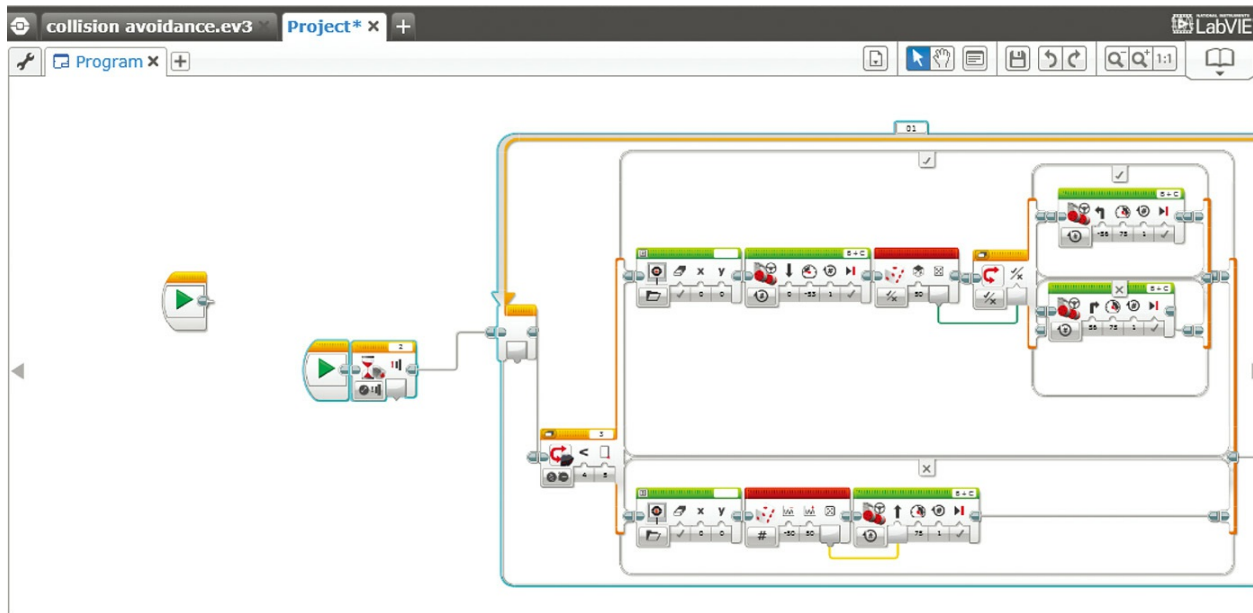

图9.42 将程序粘贴到新项目中
5. 在新项目窗口中粘贴拷贝的程序。你可以选择打开“编辑——粘贴”；或者用快捷键“Command/Ctrl+V”（如图9.42所示）。